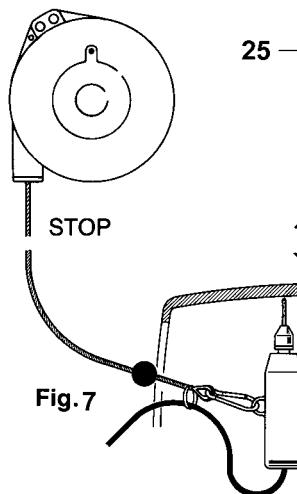

Fig. 6
Den kinematiska blockeringen kan neutraliseras genom att skruva fast skruven (25) ända in medan lasten höjs och sänks (Fig. 6).